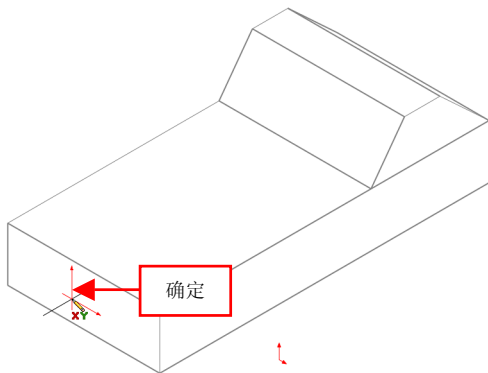

图 2-43 确定圆心点位置
(3) 进入 3D 草图绘制环境，单击【草图】选项卡中的【圆】按钮，在绘图区中的合适位置处，单击鼠标左键，确定圆心点位置，如图 2-43 所示。